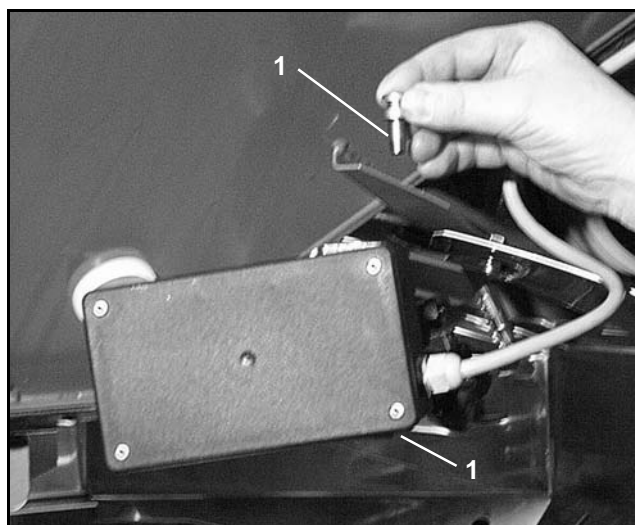

Fig. 6
- Trekk ut de to boltene (Fig. 6/1).